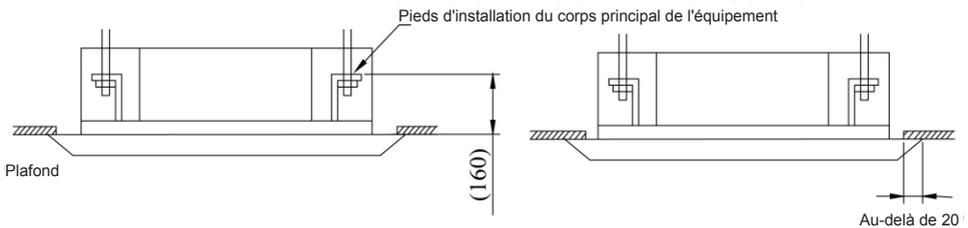

Fig. 2.3
(3) Réglez l'équipement sur l'emplacement d'installation adéquat. (Reportez-vous à la Fig. 2.3).
(4) Vérifiez que l'équipement est à l'horizontale.